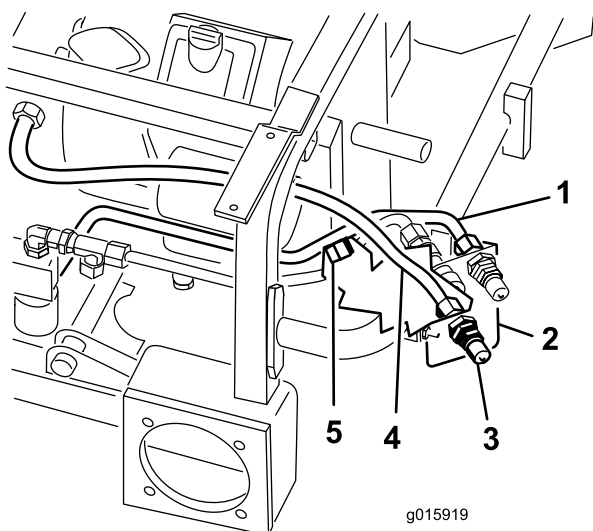

図 17
8. 油圧ラインホース5番を、下側のオスのカップラに仮止めする 図 17。